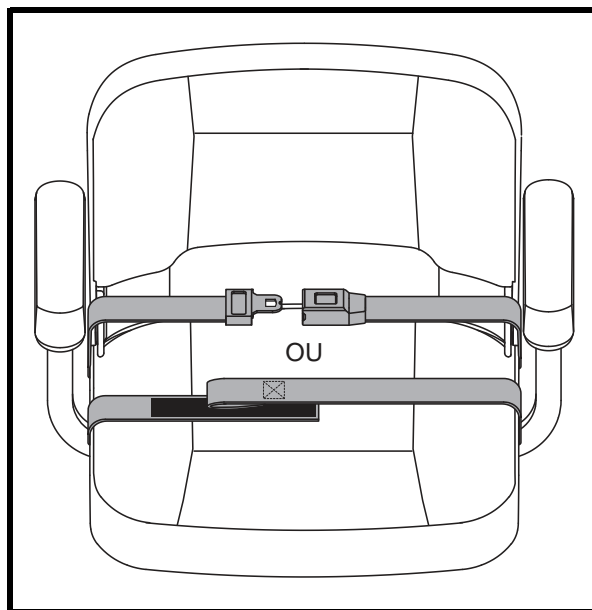

Figure 21. Ceinture de positionnement - De type attache en métal ou ceinture de positionnement - Crochet réutilisable et boucle de fixation
1. Insérez l'onglet de la ceinture côté droit dans la boucle de ceinture côté gauche jusqu'à ce que vous entendiez le "clic". **Voir la figure 21.**
1. Alignez les deux côtés de la ceinture en plaçant les deux bouts directement au-dessus du côté de l'attache ("crochet") du côté opposé de la ceinture. Pressez fermement ensemble pour attacher. **Voir la figure 21.**